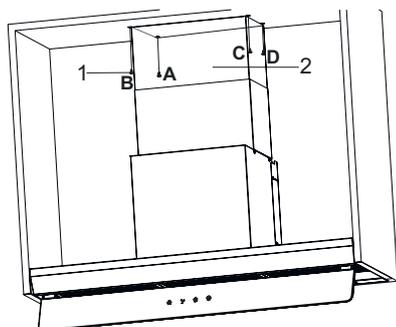

Fig. 21
- 7.** ▶ Tirare la canna fumaria interna fino alla parte superiore dell'armadio (Fig. 21).
Utilizzando le 4 viti di connessione attraverso i punti di A, B, C, D si punta verso l'armadio della cucina (Fig. 21).